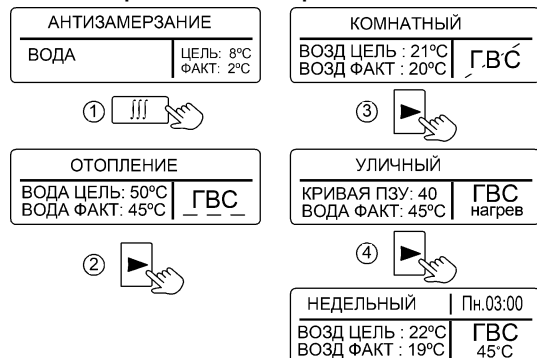
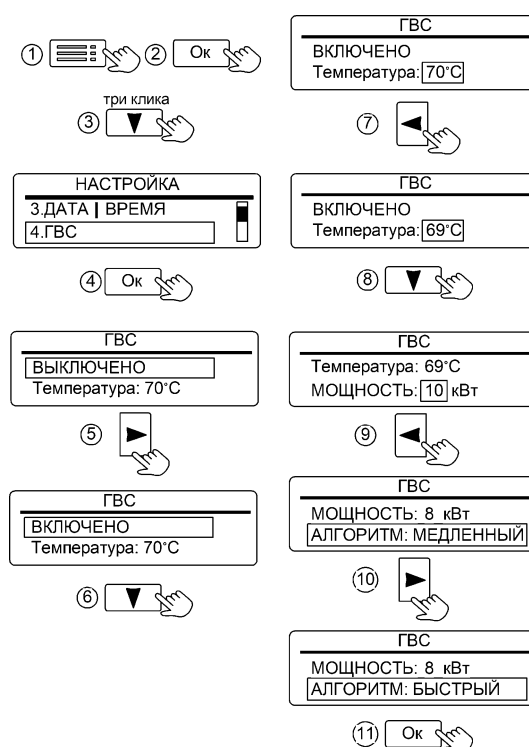
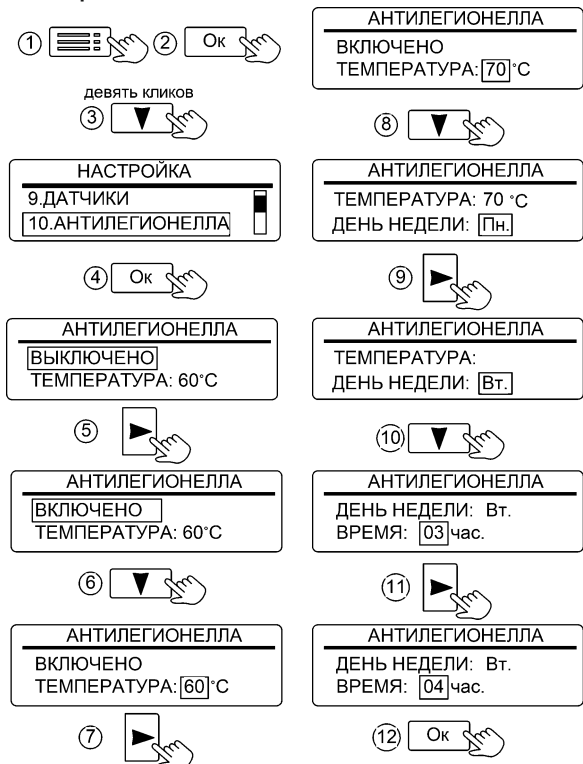

Рисунок 5. Режимы работы котла
Рисунок 12. Настройка режима «ГВС»
Рисунок 14. Настройка параметров режима «АНТИЛЕГИОНЕЛЛА»
2 - Отображение состояния режима «ГВС» (см. рис. 5):
Вид отображения режимов работы на дисплее приведён на рис.5.
Активация режима «ГВС» и настройка температуры горячей воды показана на рис. 12. Начальная заводская настройка температуры горячей воды - 70°C. При активированном режиме отображается как «ГВС» (см. рис. 5), при выключенном режиме, неисправном или отключённом датчике отображается как ГВС. В подменю «ГВС» предусмотрена настройка ограничения мощности ТЭН. Данную настройку рекомендуется применять при недостаточной мощности змеевика
дой, получаемой из косвенного водонагревателя, в котле предусмотрен режим «АНТИЛЕГИОНЕЛЛА». Для включения режима необходимо его активировать (см. рис. 12) и подключить NTC-датчик к плате контроллера (подключение выполняет квалифицированный специалист). Далее режим будет запускаться в работу совместно с режимом «ГВС». При отключении NTC-датчика – режим деактивируется и меню «АНТИЛЕГИОНЕЛЛА» (см. рис. 14) не доступно для Пользователя. Если режим активирован - каждую неделю, в установленное время выполняется нагрев воды в косвенном водонагревателе до значения 60°C, температура поддерживается в течении десяти минут. Во время нагрева вместо надписи «ГВС» отображается значок «60°» (см. рис. 13). Имеется возможность увеличить температуру нагрева воды до 70°C, при этом время поддержания температуры снизится до пяти минут.
Заводская настройка времени включения нагрева – Понедельник, 03:00. Имеется возможность изменения времени включения (см. рис.14). Кроме периодического включения нагрева (раз в неделю), запуск режима будет осуществляться при отключении или пропадании подачи электропитания более чем на семь дней и последующем включении
Перед активацией режимов «АНТИЛЕГИОНЕЛЛА» и «ГВС» рекомендуем уточнить максимально-допустимую температуру нагрева воды в бойлере. Для предотвращения риска причинения вреда здоровью и поломки оборудования, значения температурных уставок в режимах «ГВС» и «АНТИЛЕГИОНЕЛЛА» должны быть меньше максимально-допустимой температуры нагрева воды в бойлере. При необходимости уменьшите значения уставок (см. рис. 12, см. рис. 14).
11.1.4 «4.ГВС» - установка состояния режима «ВКЛЮЧЕНО / ВЫКЛЮЧЕНО». Индикация «ВКЛЮЧЕНО» означает разрешение на работу режима ГВС. Индикация «ВЫКЛЮЧЕНО» запрещает работу режима «ГВС» (см. рис. 12).